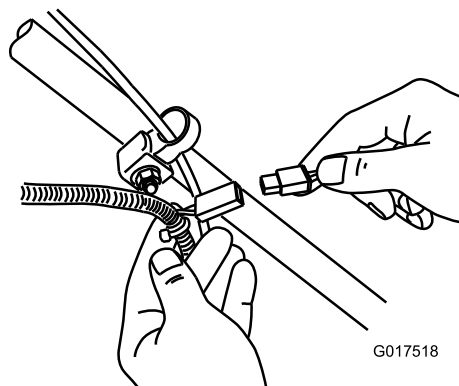

Figura 36
1. Collegate il caricabatterie al cablaggio, situato sotto la chiave di accensione (Figura 36).